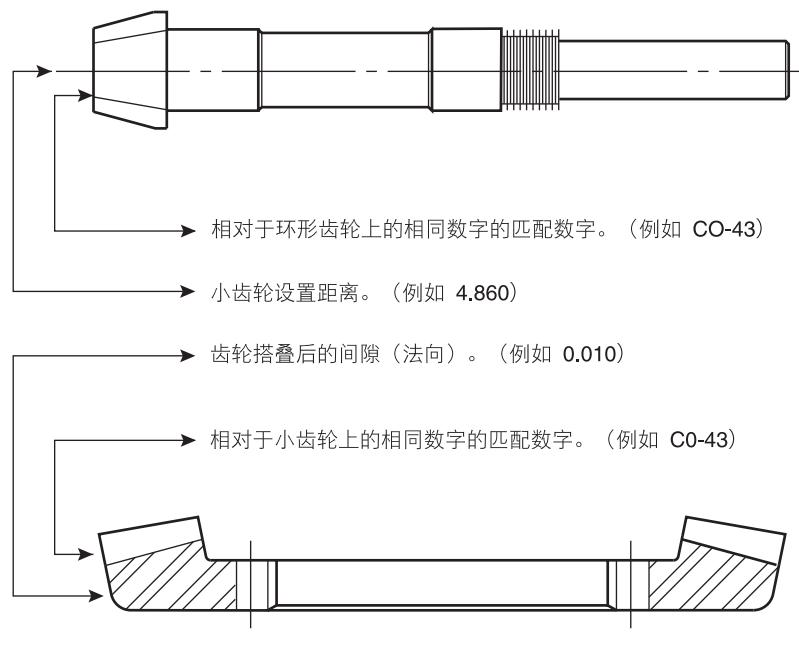

图 4 - 齿轮匹配数字和设置数据
注 — 垫片包 (320) 的厚度对齿轮的重新组合很重要。应保存垫片包或用千分尺仔细测量垫片包。如果要更换齿轮，请记录刻在小齿轮上的小齿轮设置距离。请参见图 4。
4. 从外壳顶部卸下轴承护圈和垫片包 (420)。
在小齿轮架中装配新小齿轮前，请检查小齿轮和螺旋锥环形齿轮的匹配数字，确保它们是匹配的齿轮组。齿轮出厂时就匹配成组包好了，不应分开。如图 4 所示，数字蚀刻在小齿轮和环形齿轮上。
10. 记录刻在小齿轮上的小齿轮设置距离。请参见图 4。